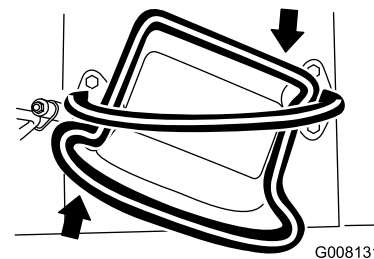

Bild 10
- Drehen Sie den Fahrtriebshebel nach rechts, um nach rechts zu fahren (Bild 10).